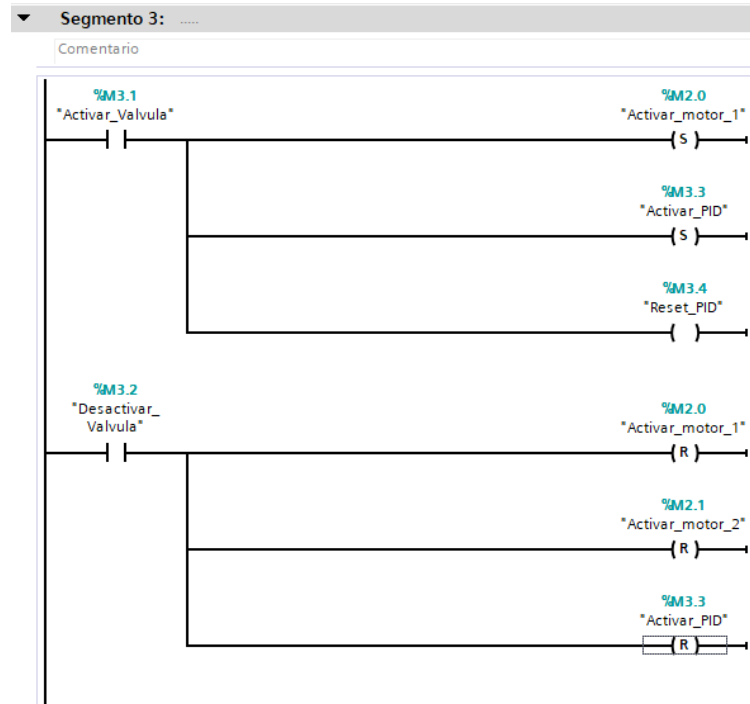

Figura 32. Configuración segmento 3.
- Para el tercer segmento se procede a configurar el encendido del proceso que se está desarrollando para lo cual se usará marcas SET/RESET (ver Figura 32).